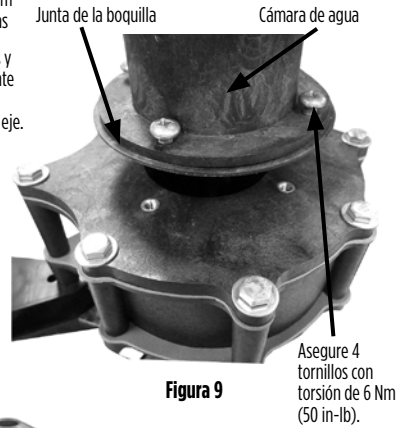

Figura 9
- Instale la cámara de agua y la junta de la boquilla sobre el cabezal de la bomba. Asegure con cuatro pernos de $\frac{1}{4}$ -20 x $\frac{1}{2}$ " de manera alterna, aplicando a cada uno un par de torsión de 6 Nm (50 in-lb) (Figura 9).